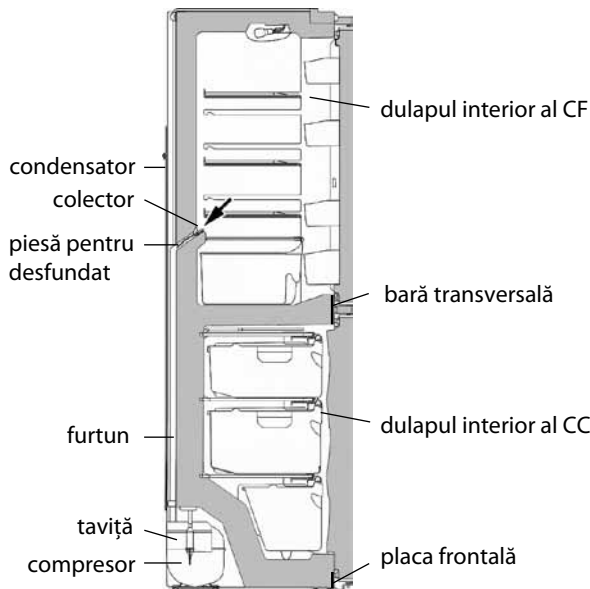

Figura 10 – Schema scurgerii apei rezultate în urma topirii din CC
4.2.1 În CF se folosește un sistem automat de dezghețare. Bruma, care apare pe peretele din spate a CF, după deconectarea compresorului care lucrează în ciclu, se topește și se transformă în picături de apă. Picăturile de apă rezultată în urma topirii se scurg în colector, apoi prin gaura acestuia și prin furtun - în tavița de pe compresor, în conformitate cu figura 10 și se evaporă. Gaura colectorului este dotată cu o piesă pentru prevenirea înfundării sistemului de drenaj.
Prezența apei în colector indică înfundarea sistemului de drenaj. Pentru eliminarea înfundării folosiți piesa corespunzătoare și curățați gaura colectorului, astfel ca apa să se scurgă liber în taviță, apoi spălați piesa și instalați-o în conformitate cu figura 10.